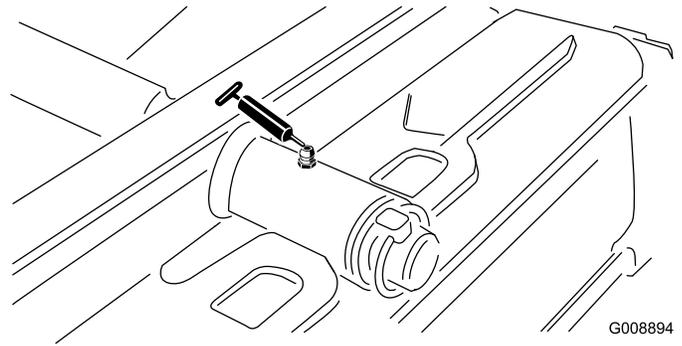

Bild 30
- Drehbüchsen am hinteren Mähwerk (Bild 30)